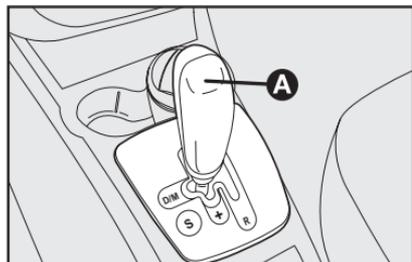

fig. 3
- Coloque la palanca de cambio **A-fig. 3** en punto muerto (N).